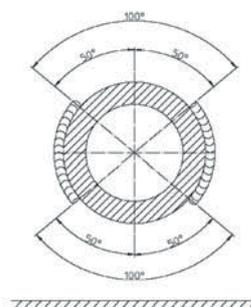

Figura 1
- La figura 1 indica le zone dell'assale a sezione tonda sulle quali è consentita l'esecuzione di saldature.